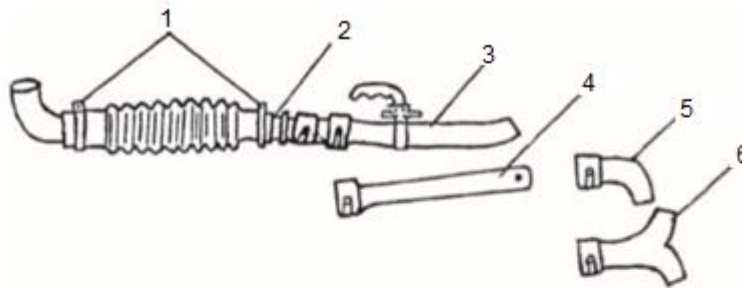

Figura 5.
e) **Para pulverización**, afloje el tanque de productos químicos y a continuación quite el tubo de admisión de hule, el filtro, la placa de la tapa de rociado, la tapa de presión y la unión. Ahora cambie la tapa inferior del tanque para sustancias químicas; a continuación conecte el tubo de pulverización como se muestra en la figura 5 y 6.